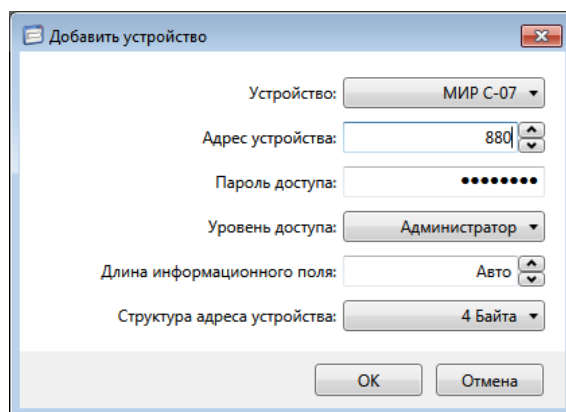

Рисунок 9.7 – Добавление счетчика в канал связи
9.5.5.4 В появившемся окне указать тип устройства, которое требуется подключить, указать адрес устройства, указать уровень доступа *Администратор*, ввести пароль администратора и нажать кнопку *ОК* (рисунок 9.7).